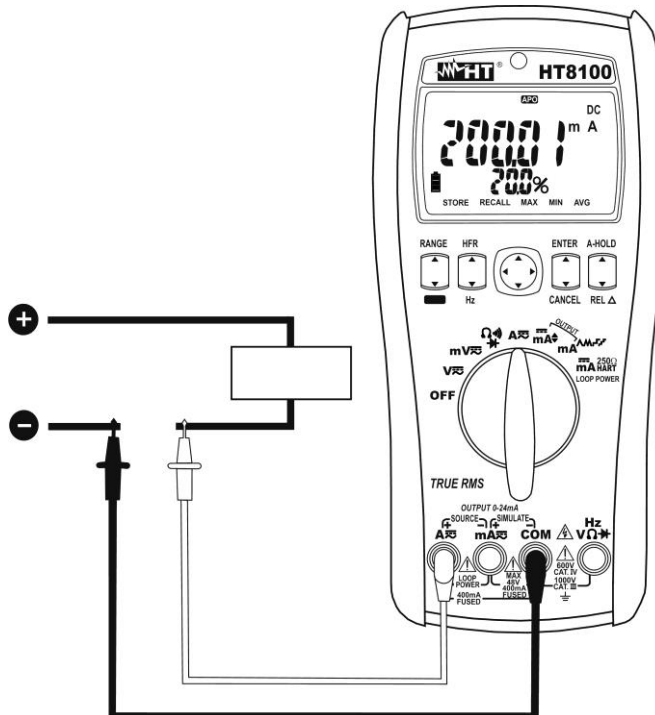

Abb. 4: Verwendung des Gerätes für Gleichstrommessung
5. Schalten Sie die rote und die schwarze Messleitung in Reihe mit dem Kreis, dessen Strom Sie messen möchten, und dabei achten Sie auf die Strompolarität und -richtung (siehe **Abb. 4** **Abb. 4**).
8. Das Symbol "-" auf dem Display des Gerätes gibt an, dass der Strom die umgekehrte Richtung mit Bezug auf die Verbindung in **Abb. 4** **Abb. 4** hat.